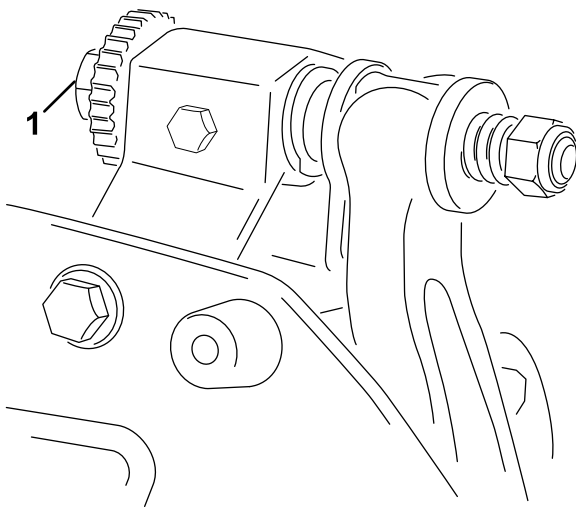

Figure 6
- A. Tournez les vis de réglage de la barre d'appui dans le sens horaire (Figure 6), 1 cran à la fois, jusqu'à ce que vous sentiez et entendiez un léger contact.
6. Tournez le boulon de réglage droit de la barre d'appui (Figure 6) jusqu'à ce que vous sentiez une légère pression sur la cale lorsque vous la faites glisser d'un côté à l'autre. Enlevez la cale.